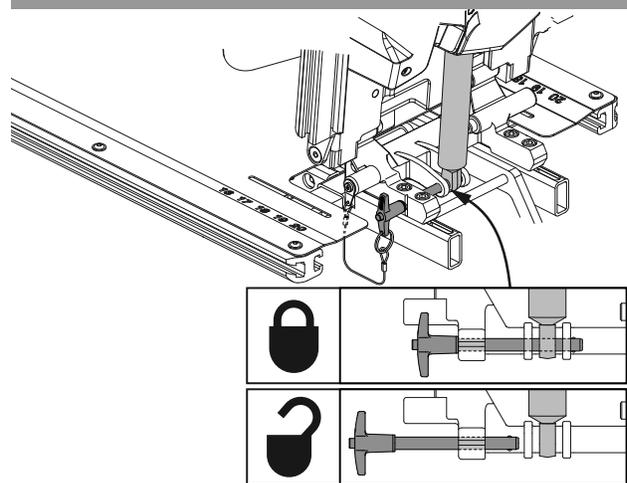
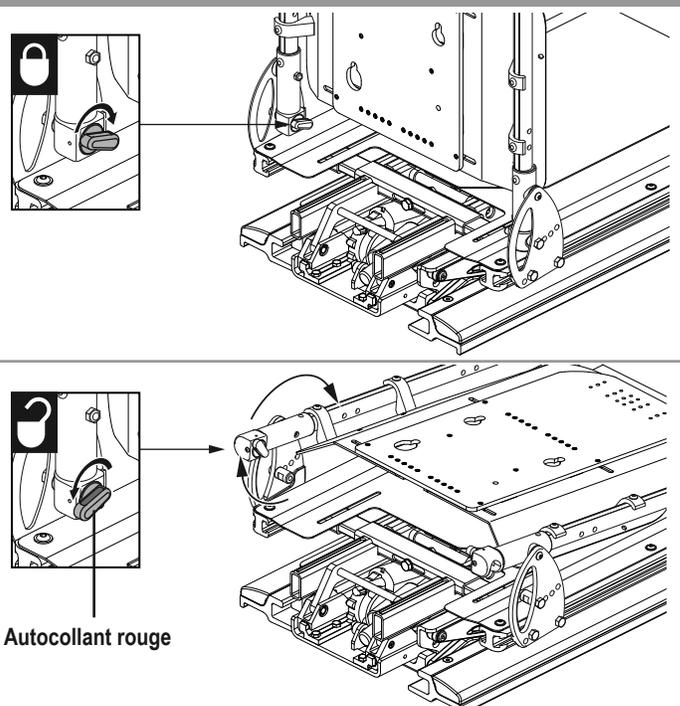

Figure 6. Dossier plié vers l'avant (goupille de verrouillage)
Figure 7. Dossier plié vers l'avant (levier de dégagement)
2. Retirez la goupille de verrouillage (**voir la figure 6**) OU tournez le levier de dégagement sur les deux cannes vers l'arrière du siège pour dégager le dossier (**voir la figure 7**).
2. Réinstaller la goupille de verrouillage et s'assurer que tous les composants soient bien fixés (**voir la figure 6**) OU tournez le levier de dégagement sur les deux cannes vers l'avant du siège pour verrouiller les cannes arrières. Assurez-vous que l'autocollant rouge sur le levier de dégagement n'est pas visible. **Voir la figure 7.**